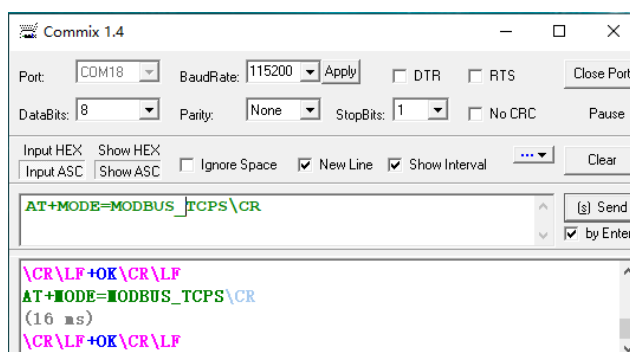

Abbildung 6-22 AT-Befehl zum Einstellen des MODBUS\_TCPS-Modus
- 1) Das Modul ist auf den MODBUS\_TCPS-Modus und der Port auf 5000 eingestellt, was entweder mit einem AT-Befehl oder über die Webseite eingestellt werden kann (siehe Abbildung 6-22). Nähere Informationen zur Eingabe des AT-Befehlsmodus finden Sie im Abschnitt AT-Befehlssatz.
- 2) Wie in Abbildung 6-22 dargestellt, zeigt der Empfang von "+OK" an, dass das Modul die Einstellung des MODBUS\_TCPS-Modus abgeschlossen hat. Dann wird der AT-Befehlsmodus